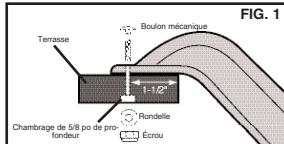

FIG. 1
2. Aligner le dessus de la glisseuse avec l'ouverture de la plate-forme. **REMARQUE :** la glisseuse devrait être à 90 degrés par rapport à la terrasse. Marquer les emplacements des trous environ 1 1/2 po (3,81 cm) du bord avant de la plate-forme de la glisseuse (voir la **fig. 1**). Percer trois trous dans la terrasse aux endroits déjà marqués à l'aide d'un foret de 5/16 po (0,95 cm).
**REMARQUE :** chaque trou doit être chambré sur la **FACE INFÉRIEURE** de la terrasse à environ 5/8 po (1,58 cm) de profondeur à l'aide d'un foret plat de 1 1/8 po (2,85 cm) (voir la **fig. 1**).
3. Fixer le dessus de la glisseuse à la terrasse à l'aide de trois boulons de carrosserie de 2 po (5,08 cm), rondelles et écrous (voir la **fig. 1**). **ATTENTION :** si des filets du boulon sortent de l'écrou, retirer le surplus avec une scie à métaux. Retirer les bords tranchants à l'aide d'une lame métallique.